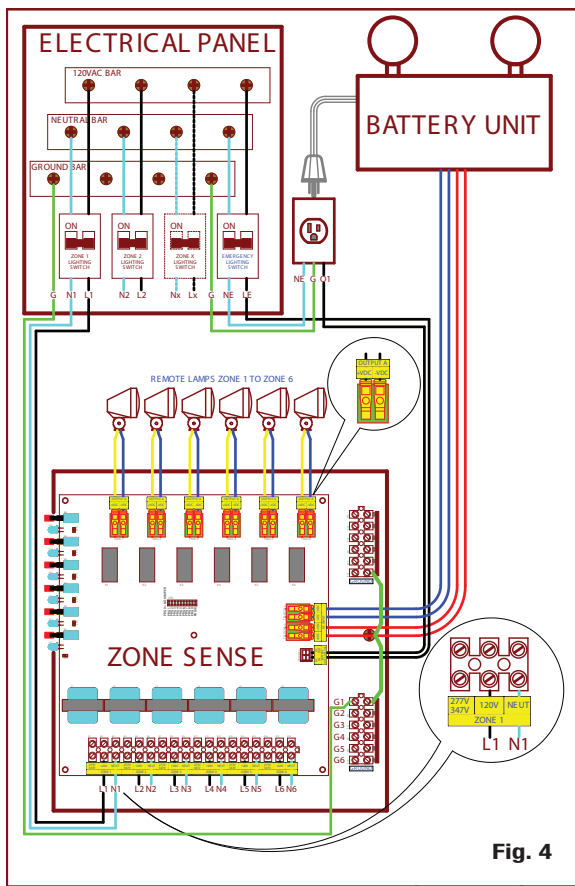

Fig. 4
- For the DC MULTIPLE OUTPUTS TYPE wiring refer to the Fig. 4.
- Pour le branchement TYPE CC, SORTIES MULTIPLES, référez-vous à la Fig. 4.